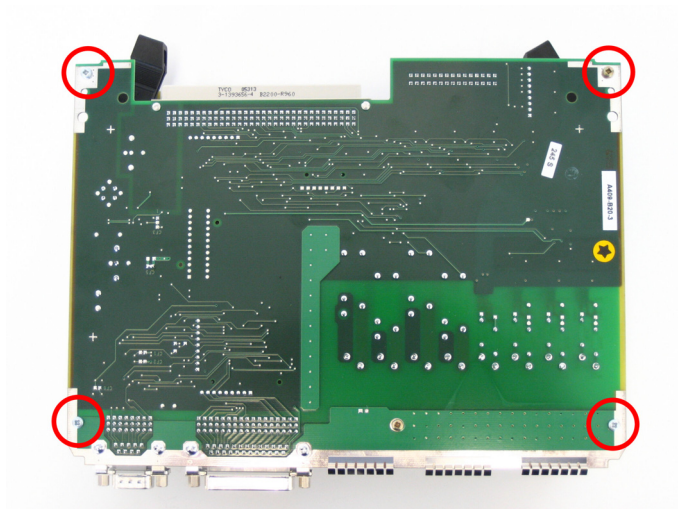

Bild 3-9 Befestigungsschrauben auf der CPU-Baugruppe
- Lösen Sie die Schrauben auf der CPU-Baugruppe (siehe Bild 3-9) und trennen Sie beide Platinen voneinander.